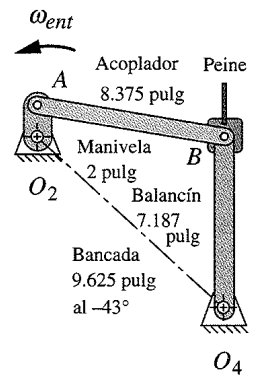

FIGURA P7-11 Problema 7-41 Marco de telar
- **†7-41 La figura P7-11 muestra un mecanismo cuya manivela opera a 500 rpm. Escriba un programa de computadora o utilice un solucionador de ecuaciones para calcular y graficar la magnitud y dirección de la aceleración del punto B con incrementos de 2° del ángulo de manivela. Verifique su resultado con el programa LINKAGES.